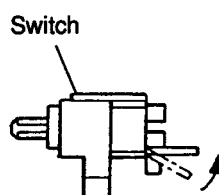

Figure 6
- (4) Apply the grease (PG-671) to the section B-1, and mount the inner gear/planet gear/sun gear following the removal steps in the reverse order. After replacement is smoothly. (Refer to Figure 6.)
- (4) B-1部分にグリス (PG-671) を塗布し、取り外しの逆の手順で組み立てて下さい。尚交換後、ギアの回転がスムーズであるか確認して下さい。(図6参照)
- (2) Prepare the terminals of the switch of the new one as shown in Figure 6.
- (3) After that, insert the switch into the photo P.C.Board, and solder the terminals.
- (2) 良品のスイッチの端子を水平に直します。（図6参照）
- (3) フォト基板に差し込み、端子を半田付けします。